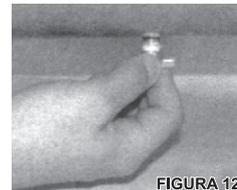

FIGURA 12
- Drene o condensado (água) do interior do reservatório através do purgador 9 (figura 12).
- Abra o purgador para drenar o condensado (água) do reservatório coletando-o em um recipiente, feche o purgador assim que começar a sair o ar comprimido (figura 12).